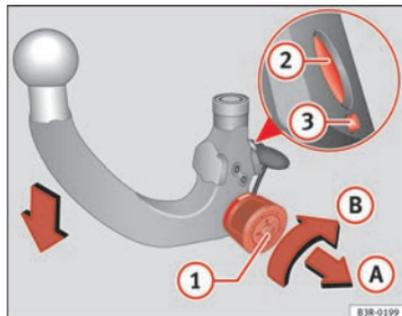

Abb. 166 Abnehmbare Anhängervorrichtung: Kugelstange vorspannen
- Stecken Sie den Schlüssel ① ⇒ Abb. 166 in das Schloss am Handrad und drehen Sie ihn in Richtung der roten Markierung.
- Ziehen Sie das Handrad in Pfeilrichtung A heraus und drehen Sie es anschließend in gezogener Position in Pfeilrichtung B bis der Verriegelungsbolzen ② einrastet und der Auslösebolzen ③ sichtbar ausfährt ⇒ ⚠.